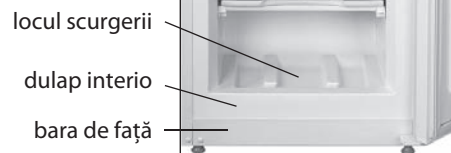

Figura 5 – Colectarea apei
4.1 În timpul dezghețării congelatorul, apa care apare când se topește stratul de zapadă trebuie să fie ștersă din zona de scurgere cu un material absorbant în conformitate cu Figura 5. Apoi congelatorul trebuie să fie spălat și șters bine.
ATENȚIE! Nu permiteți scurgerea apei în timpul dezghețării și curățării congelatorului. Dacă apa ajunge la consola frontală a carcasei interne și externe, vezi Figura 5, aceasta poate provoca coroziunea exterioară a congelatorului și a pieselor de congelare automata, cât și perturbarea materialelor de izolare, ceea ce duce la formarea fisurilor interne și la eșecul congelatorului.